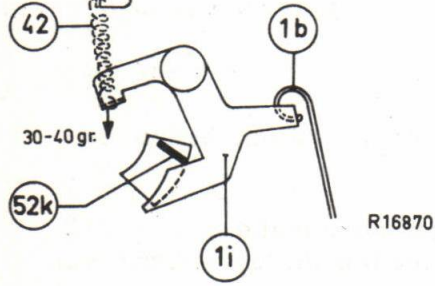

Fig.16
- a. In de stand "in" het gekromde gedeelte van de hefboom 1 i recht boven de gekromde rand van het slobgat in de montageplaat staat, zodat de beugel 52k zich vrij door het slobgat bewegen kan (zie fig.16).